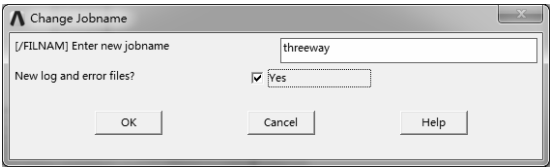

图 10-45 “Change Jobname” 对话框
1) 选择“Utility Menu>File>Change Jobname”命令，弹出“Change Jobname”对话框，修改工程名称为“threeway”，如图 10-45 所示。单击“OK”按钮完成修改。